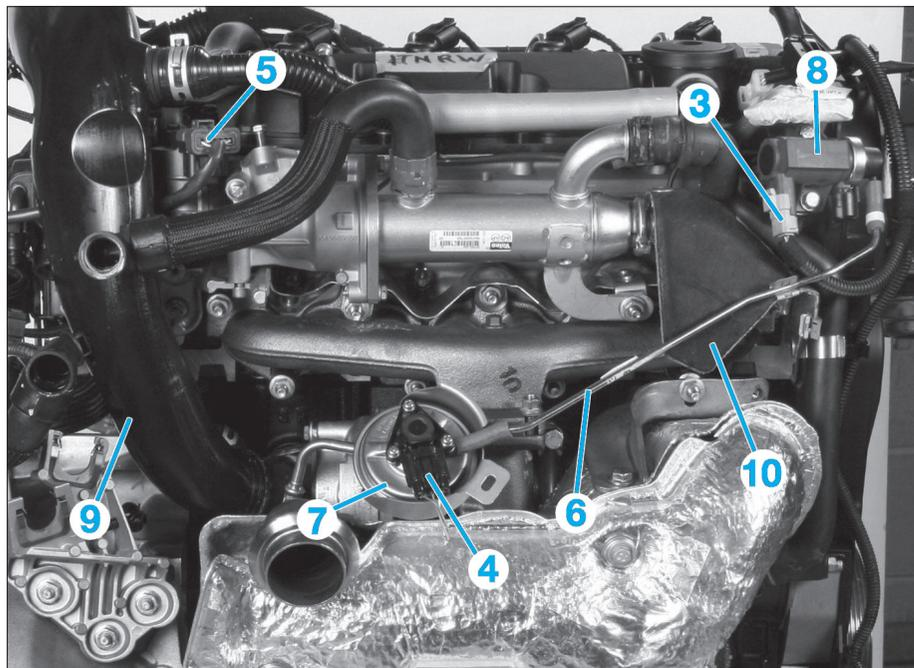

Fig. 45
- Débrancher (Fig.45) :
- les connecteurs (3), (4) et (5),
- la canalisation (6) au niveau du capteur de position des ailettes du turbocompresseur (7).
- Mettre de côté l'électrovanne de régulation de pression de suralimentation (8) équipée de la canalisation (6).
- le conduit d'air (9),
- l'écran thermique (10).